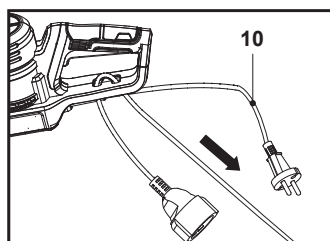

Fig. 3
2. Faire passer la rallonge sur le support de câble (11) et tirer doucement sur le cordon d'alimentation (10) pour s'assurer qu'il est bien maintenu (Fig. 3).